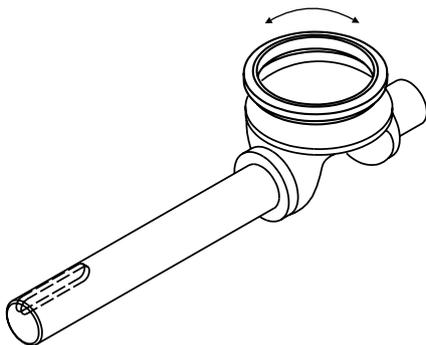

Fig. 6-9 Nettoyage, meulage et lubrification
3. Meulez le secteur sphérique dans le siège neuf. Utilisez de la pâte abrasive adaptée à la vanne et frottez le siège et le secteur sphérique l'un contre l'autre jusqu'à ce que les surfaces de la zone d'étanchéité soient en contact de manière uniforme (→ Fig. 6-9).
Cette section concerne uniquement les vannes avec un siège en HiCo. Meulez le secteur sphérique dans le siège neuf. Utilisez de la pâte abrasive adaptée à la vanne et frottez le siège et le secteur sphérique l'un contre l'autre jusqu'à ce que les surfaces de la zone d'étanchéité soient en contact de manière uniforme (→ Fig. 6-9).